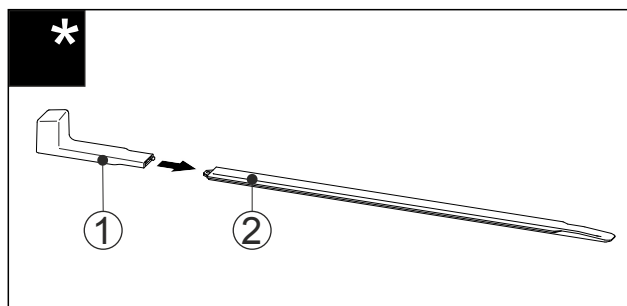

Fig. 47
- Montažni ročaj Fig. 47 (1) vstavite v izravnalno vodilo Fig. 47 (2).